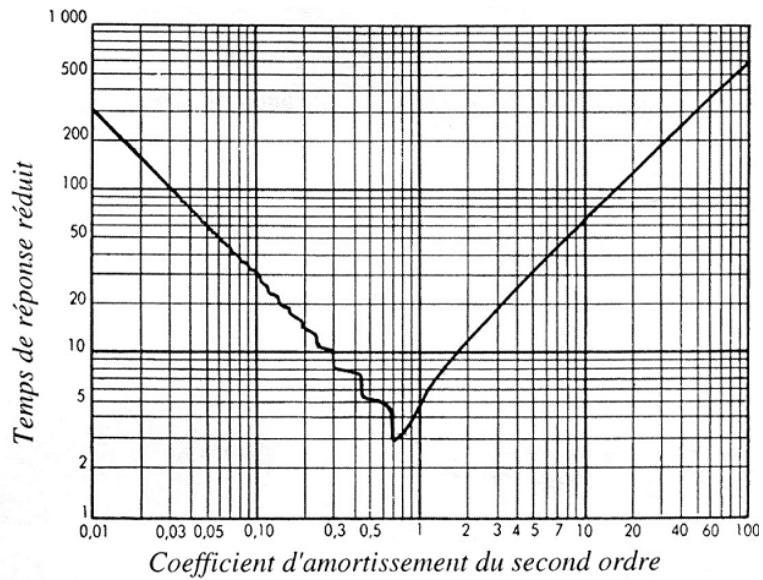

Figure 5 –  $t_{r5\%} \cdot \omega_n = \text{fonction}(z)$
**Question 19 :** Donner alors cette valeur de  $t_{r5\%}$ . (Vous utiliserez la courbe figure 5 donnant le temps de réponse réduit  $t_{r5\%} \cdot \omega_n$  en fonction du coefficient d'amortissement  $\zeta$ ).
**Question 34 :** Déterminer les valeurs numériques de  $K_0$ ,  $\omega_n$  et  $z$ , en expliquant votre démarche (voir les figures 5 et 6).
**Question 35 :** Déterminer le temps de réponse à 5%, en expliquant votre démarche (voir les figures 5 et 6).